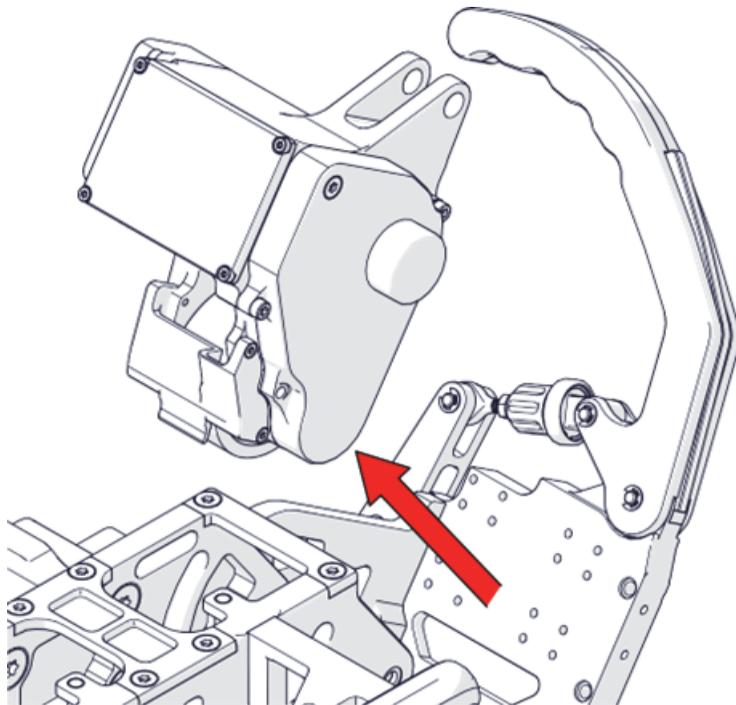

图2-32 取下电机模块
12. 从电机托架上取下电机模块（参见第105页的图2-32）。